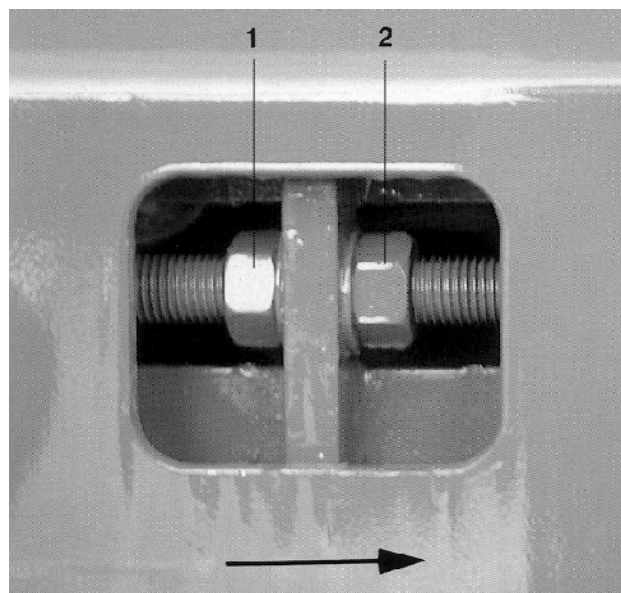

Fig. 61
1. desserrez des deux côtés les contre-écrous (Fig. 61 /1) arrières en les tournant à gauche dans le sens du transport (voir flèche).
2. tournez des deux côtés les écrous à six pans (Fig. 61 /2) de manière régulière vers la gauche dans le sens du transport (voir flèche).
La course des écrous à six pans (Fig. 61 /2) doit être égale des deux côtés du tapis. Il ne faut pas tourner les écrous six pans (Fig. 61 /2) de plus de 1/2 tour de clé. Serrez les contre-écrous et contrôlez que le tapis est bien entraîné de manière régulière des deux côtés.